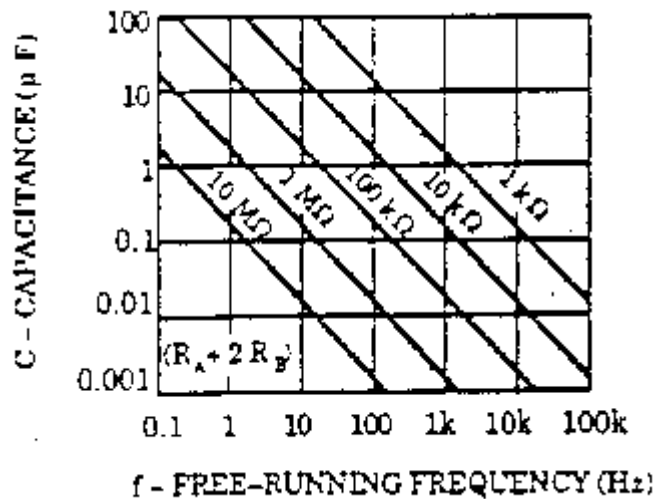
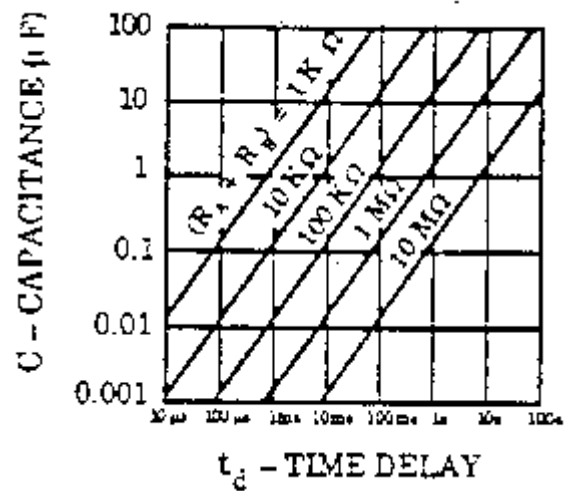

Abb. 11 Nomogramm für externe Beschaltung des 555
Abb. 13 Nomogramm für die Impulsdauer
Das nachfolgende Nomogramm (Abb. 11) erlaubt die Dimensionierung der externen Komponenten für eine festgelegte Frequenz:
- Modifizieren Sie diese Schaltung für ein Tastverhältnis von 90% ! Das Tastverhältnis ist definiert mit der Beziehung $T_H/(T_H+T_L)$, wobei die Einzelzeiten T_H bzw. T_L den (logischen) Zuständen "high" bzw. "low" entsprechen. Beachten Sie dabei die Abb. 11 und Abb. 13!
An Pin 2 wird ein externes Signal angelegt, das den Signalimpuls triggert (auslöst). Die Dauer dieses Impulses wird durch die Größen von R_A und C festgelegt, wie das Nomogramm in Abb. 13 zeigt.